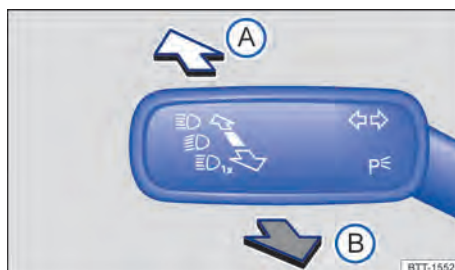

Abb. 87 An der Lenksäule links: Blinker- und Fernlichthebel.
2. Hebel aus der Mittelstellung nach vorn drücken → Abb. 87.
1. Hebel aus der Mittelstellung nach hinten ziehen → Abb. 87.
1. Hebel aus der Mittelstellung nach hinten ziehen und halten → Abb. 87.